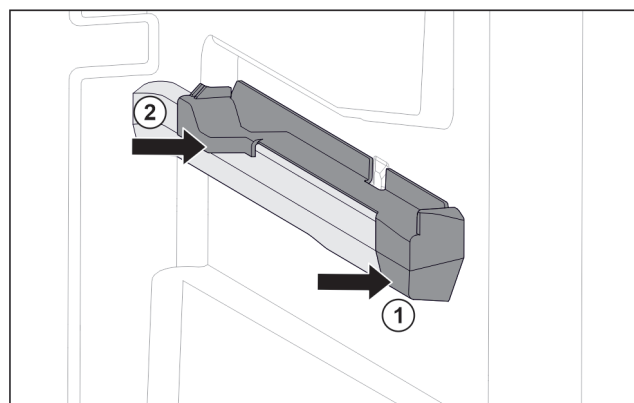

Fig. 109 Natični nastavek na desnemu nastavku za posodo
- ▶ Natični nastavek spredaj namestite na nastavek za posodo. Fig. 109 (1)
- ▶ Pritisnite natični nastavek zadaj. Fig. 109 (2)